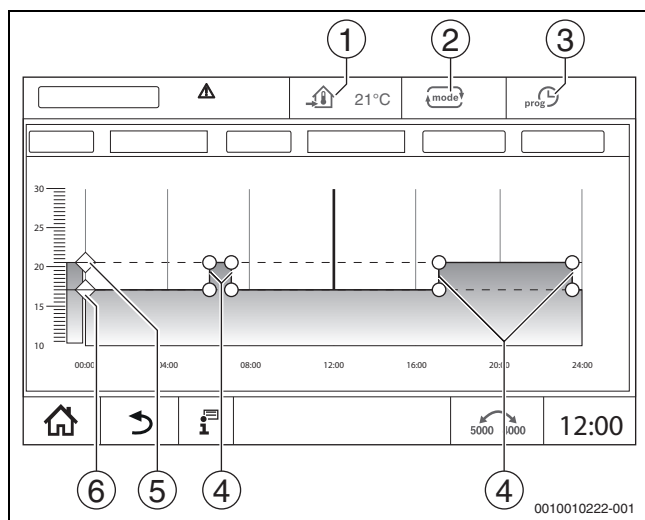

Рис. 21 Изменение "Автоматический пониженный режим" во временной программе
Для режимов работы (→ рис. 21, [2], стр. 19) и расширенных функций надо настроить собственные температуры и критерии переключений. Настройки надо выполнять отдельно для каждого отопительного контура и для каждого режима работы.
**Автоматический пониженный режим** предварительно задается через параметры в сервисных меню. Параметры можно изменить в программе работы по времени (→ рис. 21, [4], [6]).
- Измените значения температуры смещением точек (→ рис. 21, [5], [6]).